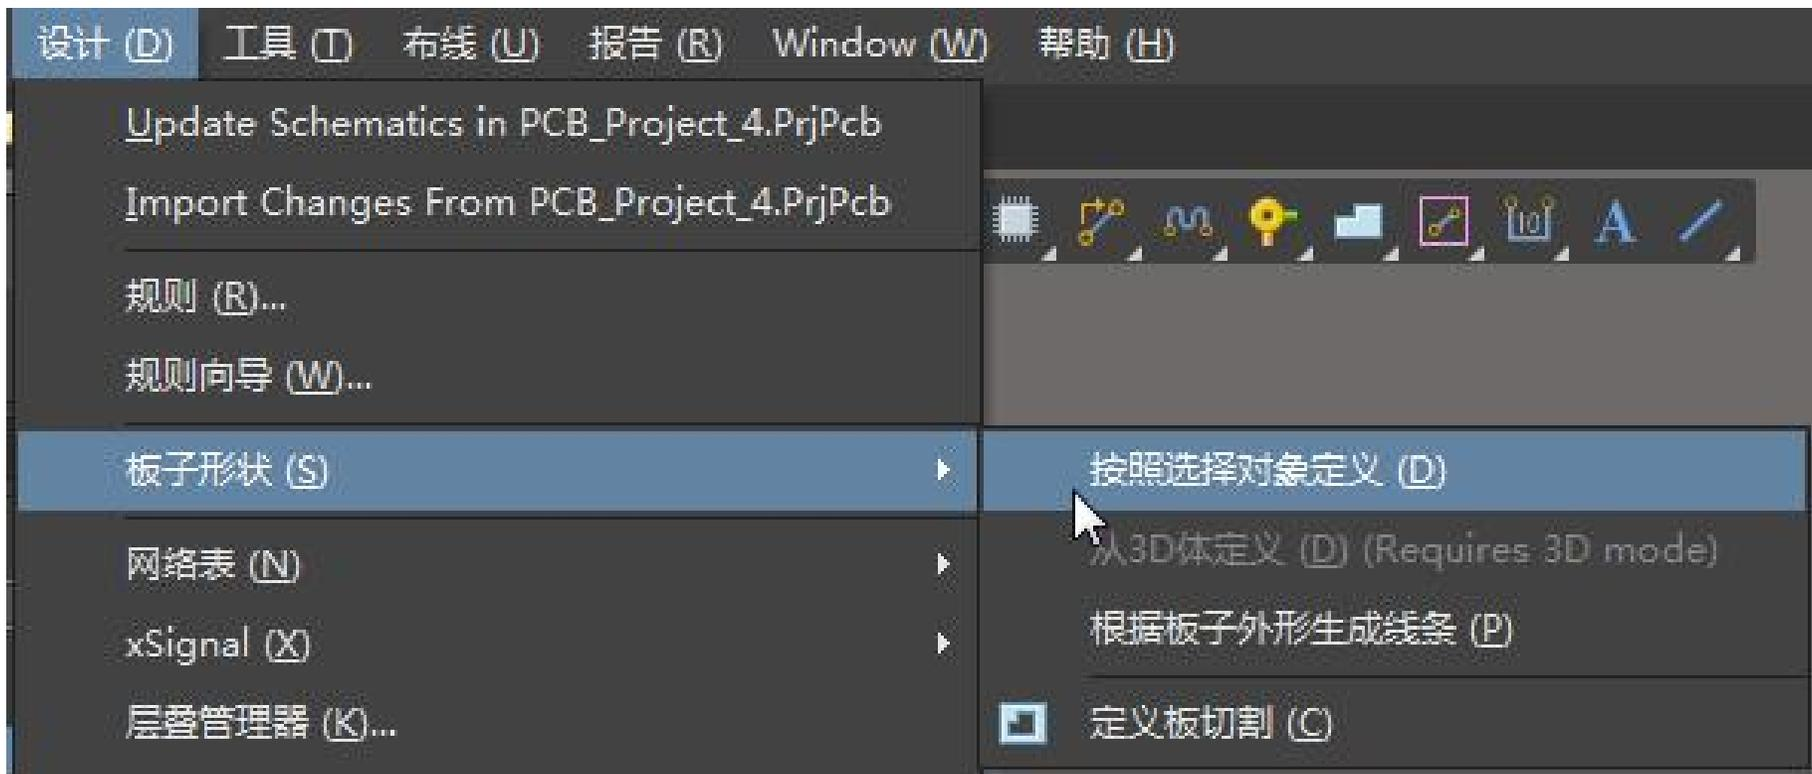

图5-61 按照选择对象定义
(10) 我们再选择“设计” | “板子形状” | “按照选择对象定义”，如图5-61所示。